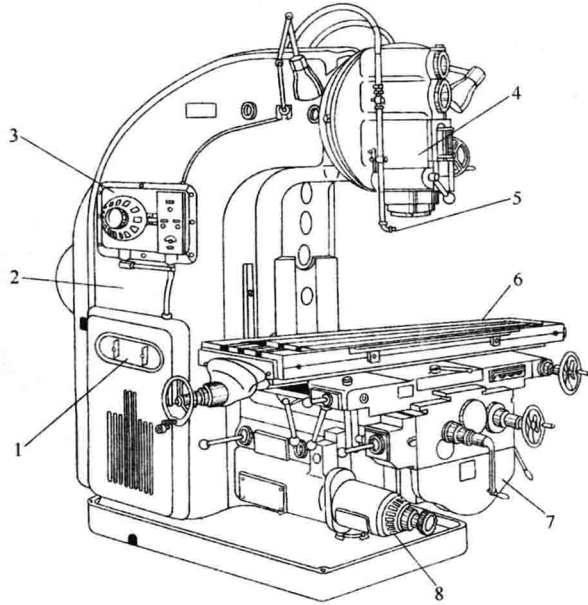
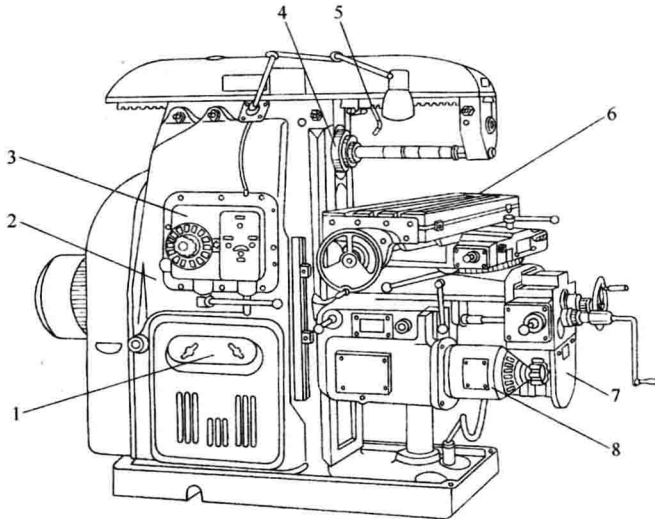

图 1-2 立式铣床
图 1-3 卧式铣床
常用铣床包括升降台铣床、固定台座式铣床、万能工具铣床、仿形铣床和数控铣床等。如图 1-2、图 1-3 所示为升降台铣床的常用类型。
(1) 立式铣床(见图 1-2) 立式铣床的主要特征是铣床主轴轴线与工作台台面垂直。可铣削平面、角度面、沟槽、曲线外形和凸轮等。
(2) 卧式铣床(见图 1-3) 卧式铣床的主要特征是铣床主轴轴线与工作台台面平行。铣削时,铣刀绕轴线作水平方向旋转,可铣削平面、沟槽、成形面和螺旋槽等。